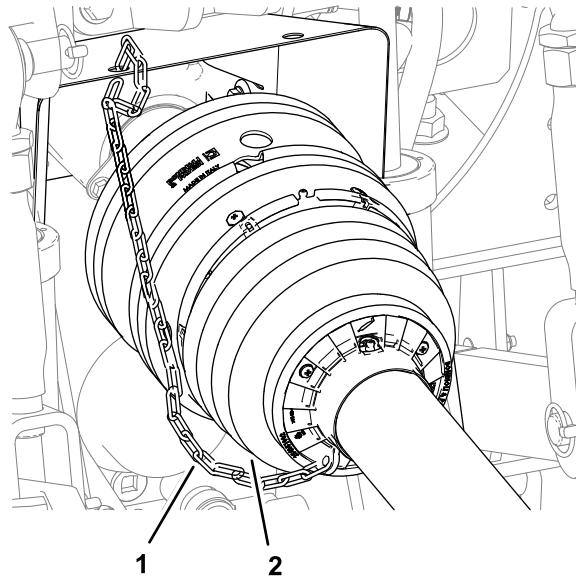

Figura 26
6. Collegate la catena di fissaggio a una parte fissa del veicolo di traino (Figura 26).